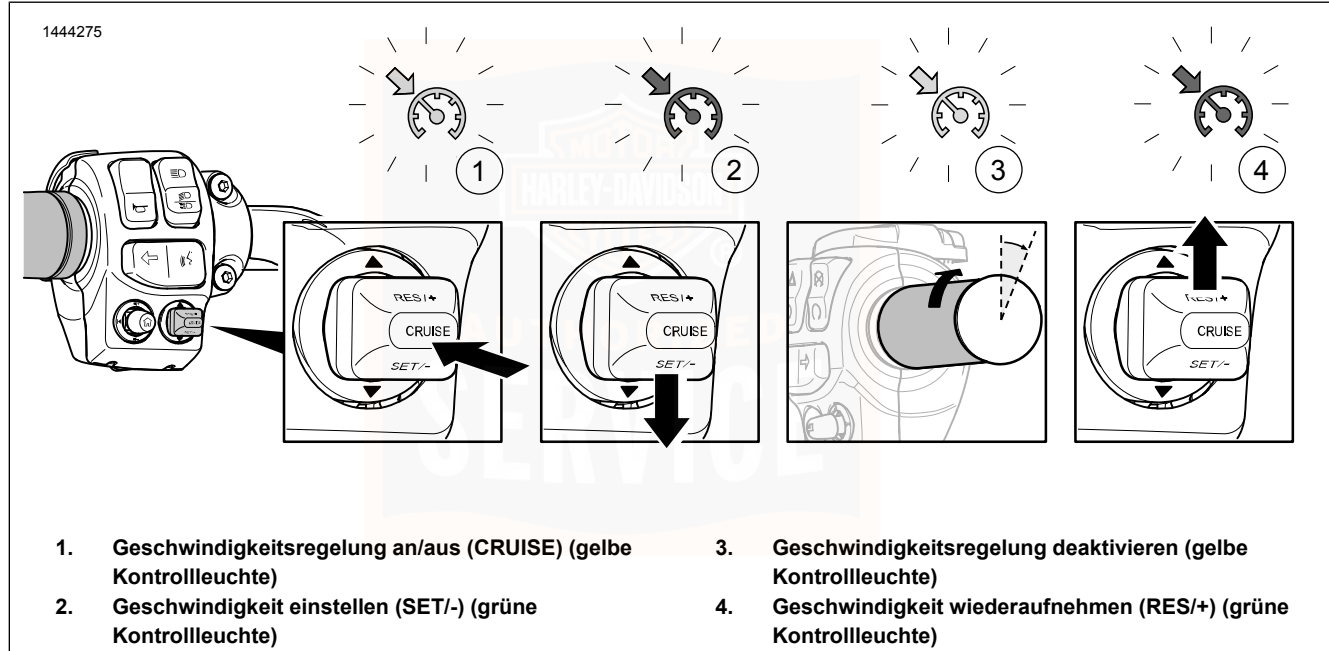

Abbildung 30. Geschwindigkeitsregelung (typisch)
Siehe Abbildung 30. Den Geschwindigkeitsregelungsschalter drücken, um die Geschwindigkeitsregelung (1) einzuschalten. Im eingeschalteten Zustand leuchtet das Symbol für die Geschwindigkeitsregelung in der Tachometer-Oberfläche gelb.
Siehe Abbildung 30. Wenn das Motorrad die gewünschte Geschwindigkeit erreicht hat, den Schalter SET/ herunterdrücken, um die Reisegeschwindigkeit einzustellen (2). Die Farbe des Geschwindigkeitsregelungssymbols wechselt von Gelb auf Grün.
Siehe Abbildung 30. Um die Reisegeschwindigkeit zu verlassen, den Gasgriff über den Abrollschalter (3) in die geschlossene Stellung drehen.
Siehe Abbildung 30. Wenn die Geschwindigkeitsregelung deaktiviert wurde, die Geschwindigkeitsregelungs-Kontrollleuchte aber trotzdem gelb leuchtet, wird durch Drücken des Schalters RES/+ die Geschwindigkeitsregelung wiederaufgenommen (4). Das